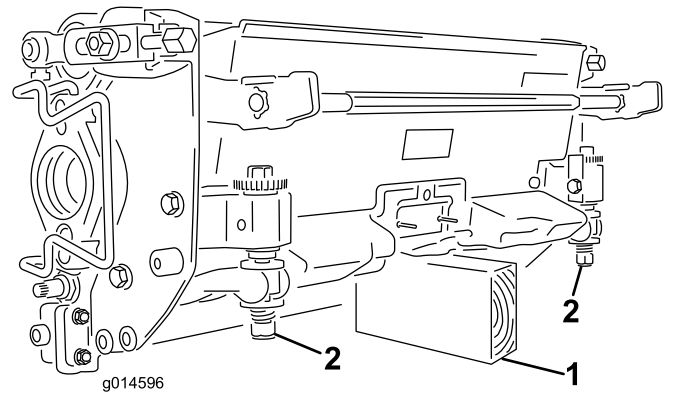

图 52
**重要事项** 当您需要翻转滚刀组时应支撑住滚刀组的后部确保底刀架调节螺丝后端的螺母不会接触工作表面图 52。